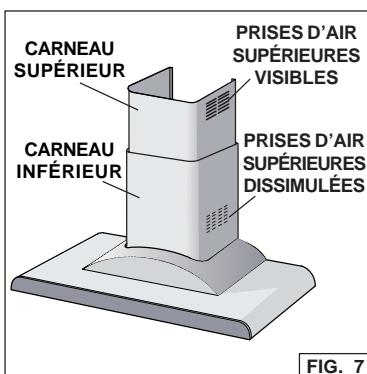

FIG. 7
5. Placez précautionneusement le carreau décoratif inférieur dans la partie de la hotte en retrait (fig. 7).
6. Faites glisser lentement le carreau décoratif à l'intérieur du conduit inférieur (fig. 7).
8. Placez précautionneusement le carneau décoratif inférieur dans la partie de la hotte en retrait (fig. 7).
9. Faites glisser lentement le carneau décoratif à l'intérieur du conduit inférieur. Remarque: les prises d'air doivent être tournées vers le haut (fig. 7).